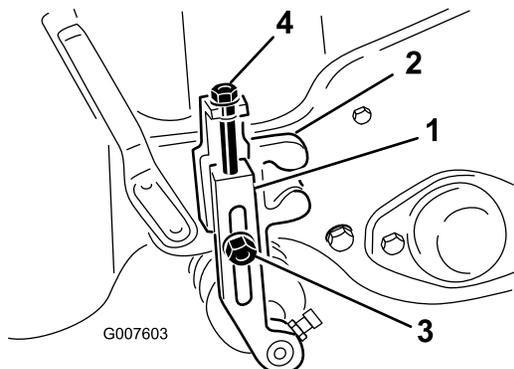

Рисунок 54
- Ослабьте контргайки, которые крепят рычаги регулировки высоты скашивания к кронштейнам высоты скашивания (Рисунок 54).